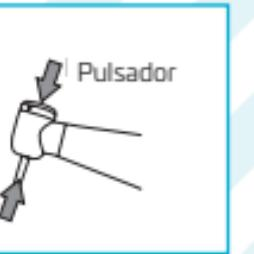

Fig. 4.1
- 1) Inserte y gire ligeramente la fresa hasta que encaje con el mecanismo de cierre (Fig. 4.1).